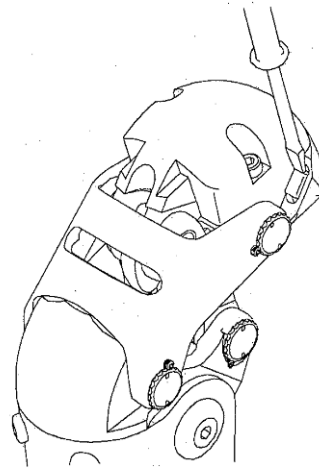

Fig. 11 :
a) Extension rubber stopper (Fig. 11)